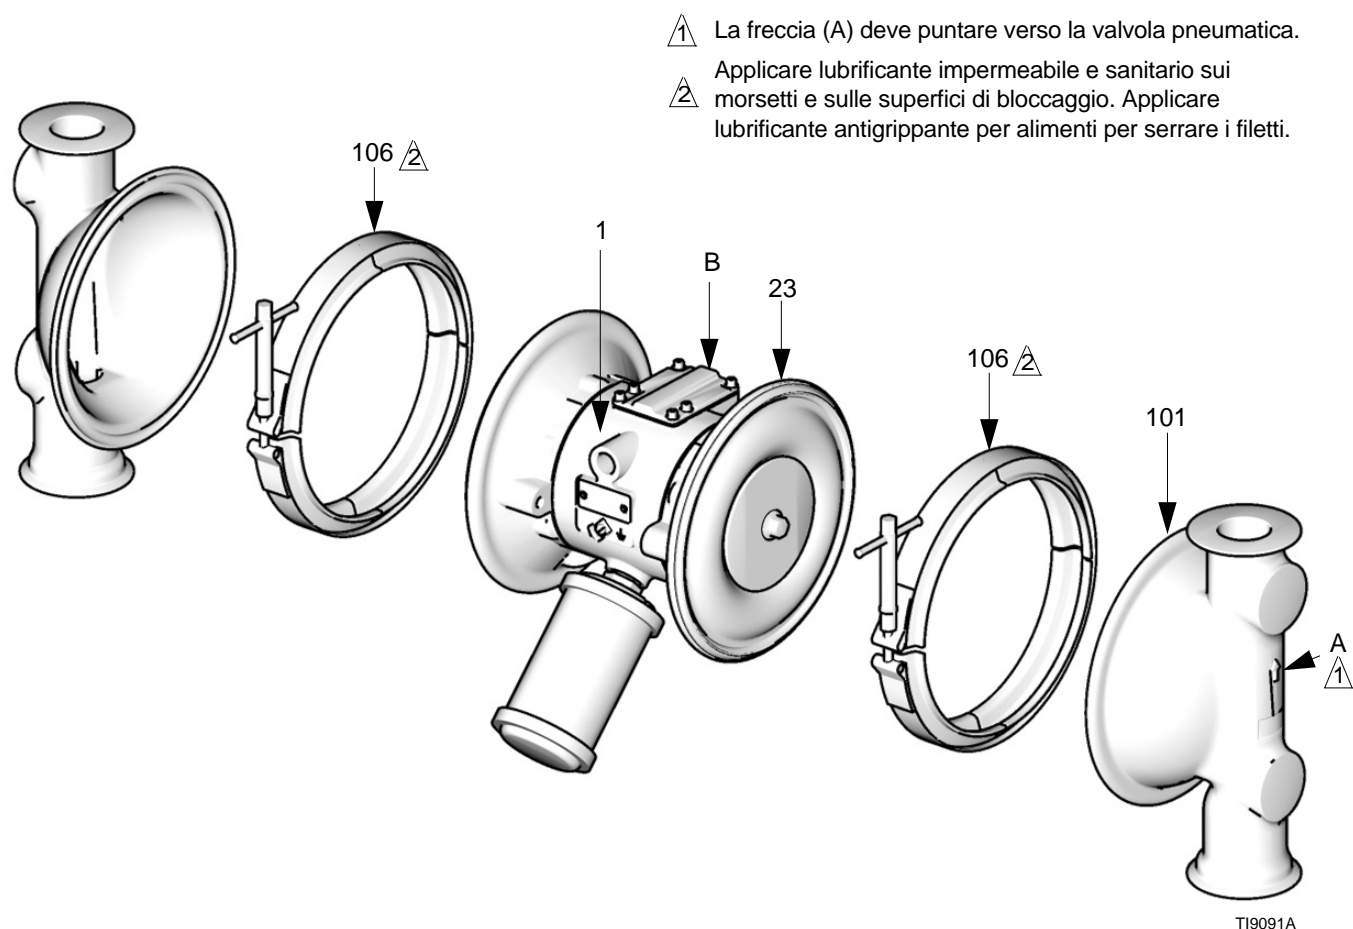

FIG. 10
3. Rimuovere i morsetti (106) che tengono i coperchi del fluido (101) ai coperchi dell'aria (23). Estrarre i coperchi del fluido (101) dalla pompa. Fare riferimento alla FIG. 10.
2. Installare il gruppo della membrana a una estremità dell'albero (24) come indicato di seguito:
- a. Installare l'anello di tenuta (108*) sul bullone dell'albero (107).
- b. Installare sul bullone la piastra della membrana del lato fluido (105) di modo che il lato arrotondato sia rivolto verso l'interno, verso il diaframma (401).
- c. Installare la membrana (403*). Accertarsi che il lato con l'indicazione AIR SIDE sia rivolto verso il corpo centrale (1).
6. Allineare i coperchi del fluido (101) e il corpo centrale (1) in modo che la freccia (A) sui coperchi punti nella stessa direzione della valvola pneumatica (B). Fissare i coperchi con i morsetti. Fare riferimento alla FIG. 10.